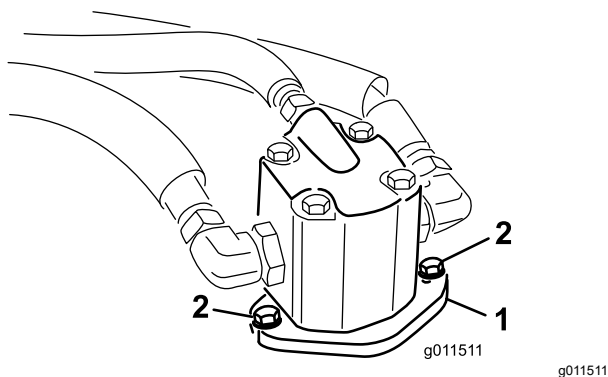

Figura 114
4. Retire os parafusos que fixam o motor hidráulico à unidade de corte (Figura 114).